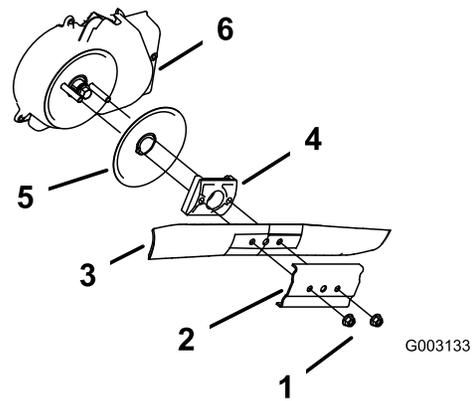

図 35
3. ブレードナット2個とスティフナを取り外す 図 35。
4. ブレードを取り外す 図 35。
5. ブレードドライバとディスクを取り外す 図 35。
6. ブレードブレーキのクラッチのシールドを外す 図 35。
10. ブレードとスティフナを元通りに取り付ける 図 35。